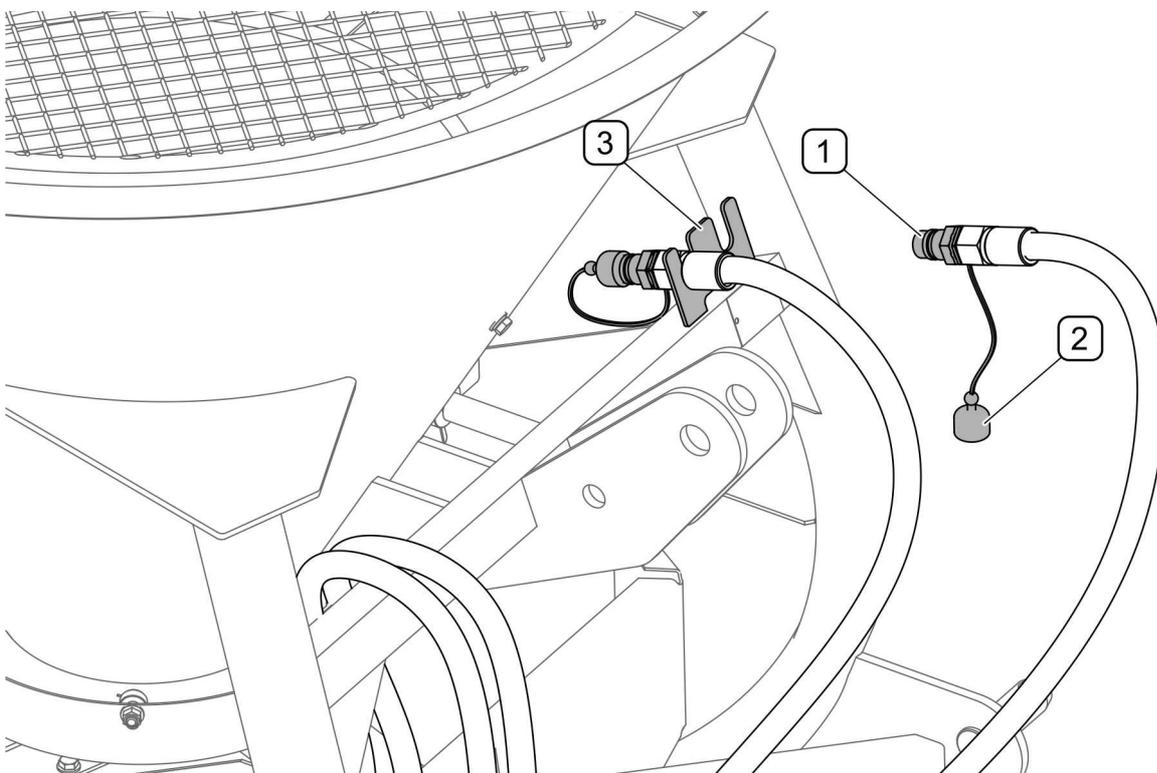

Abb. 4.9 Schutz der Schnellkupplungen an den Hydraulikleitungen
- Die Anschlüsse der Hydraulikleitungen vom Schlepper entfernen, mit Abdeckkappen sichern und an der speziellen Halterung (Abb. 4.9) am Rahmen der Dreipunkthydraulik befestigen (*betrifft Streumaschinen mit Hydraulikantrieb*).